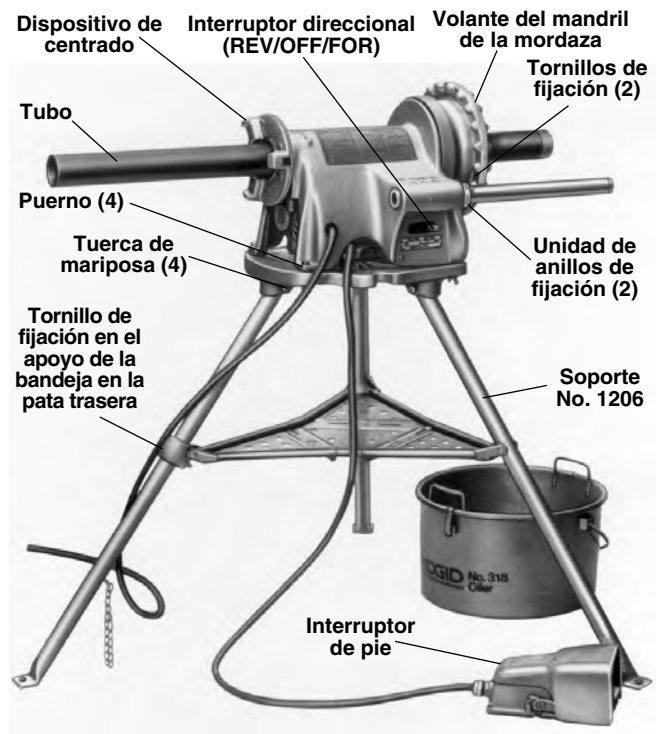

Figura 3 – Accionamiento Autopropulsado No. 300 montado sobre el Soporte No. 1206 junto a la Aceitera No. 418
- Ubique el tornillo de fijación en el apoyo de la bandeja en la pata trasera (Figura 3).
2. Monte el Accionamiento Autopropulsado en el soporte empleando los pernos y las tuercas de mariposa (Figura 3).
1. Asegure que el Accionamiento Autopropulsado esté desenchufado y que su interruptor direccional se encuentra en la posición de OFF (apagado) (Figura 3).
4. Asegure que el interruptor de pie esté presente y acoplado a la Roscadora (Figura 3).
4. Si la pieza de trabajo se extiende más allá de cuatro (4) pies del Accionamiento Autopropulsado, use uno o más soportes para tubos. Así se evita un volcamiento y la oscilación del tubo.
5. Si la pieza de trabajo se extiende más allá de Accionamiento Autopropulsado, rodee la zona de trabajo con barreras para dejar un mínimo de tres (3) pies de espacio libre alrededor del Accionamiento Autopropulsado y la pieza de trabajo. Esta "zona de seguridad" impedirá que otros se acerquen a la máquina y a la pieza de trabajo. De lo contrario, personas pueden volcar la máquina o quedar enganchadas en sus partes móviles.
6. Si se hace necesario, llene la Aceitera No. 418 con Aceite para Roscar RIDGID. Colóquela debajo de la parte delantera del Accionamiento Autopropulsado (Figura 3).